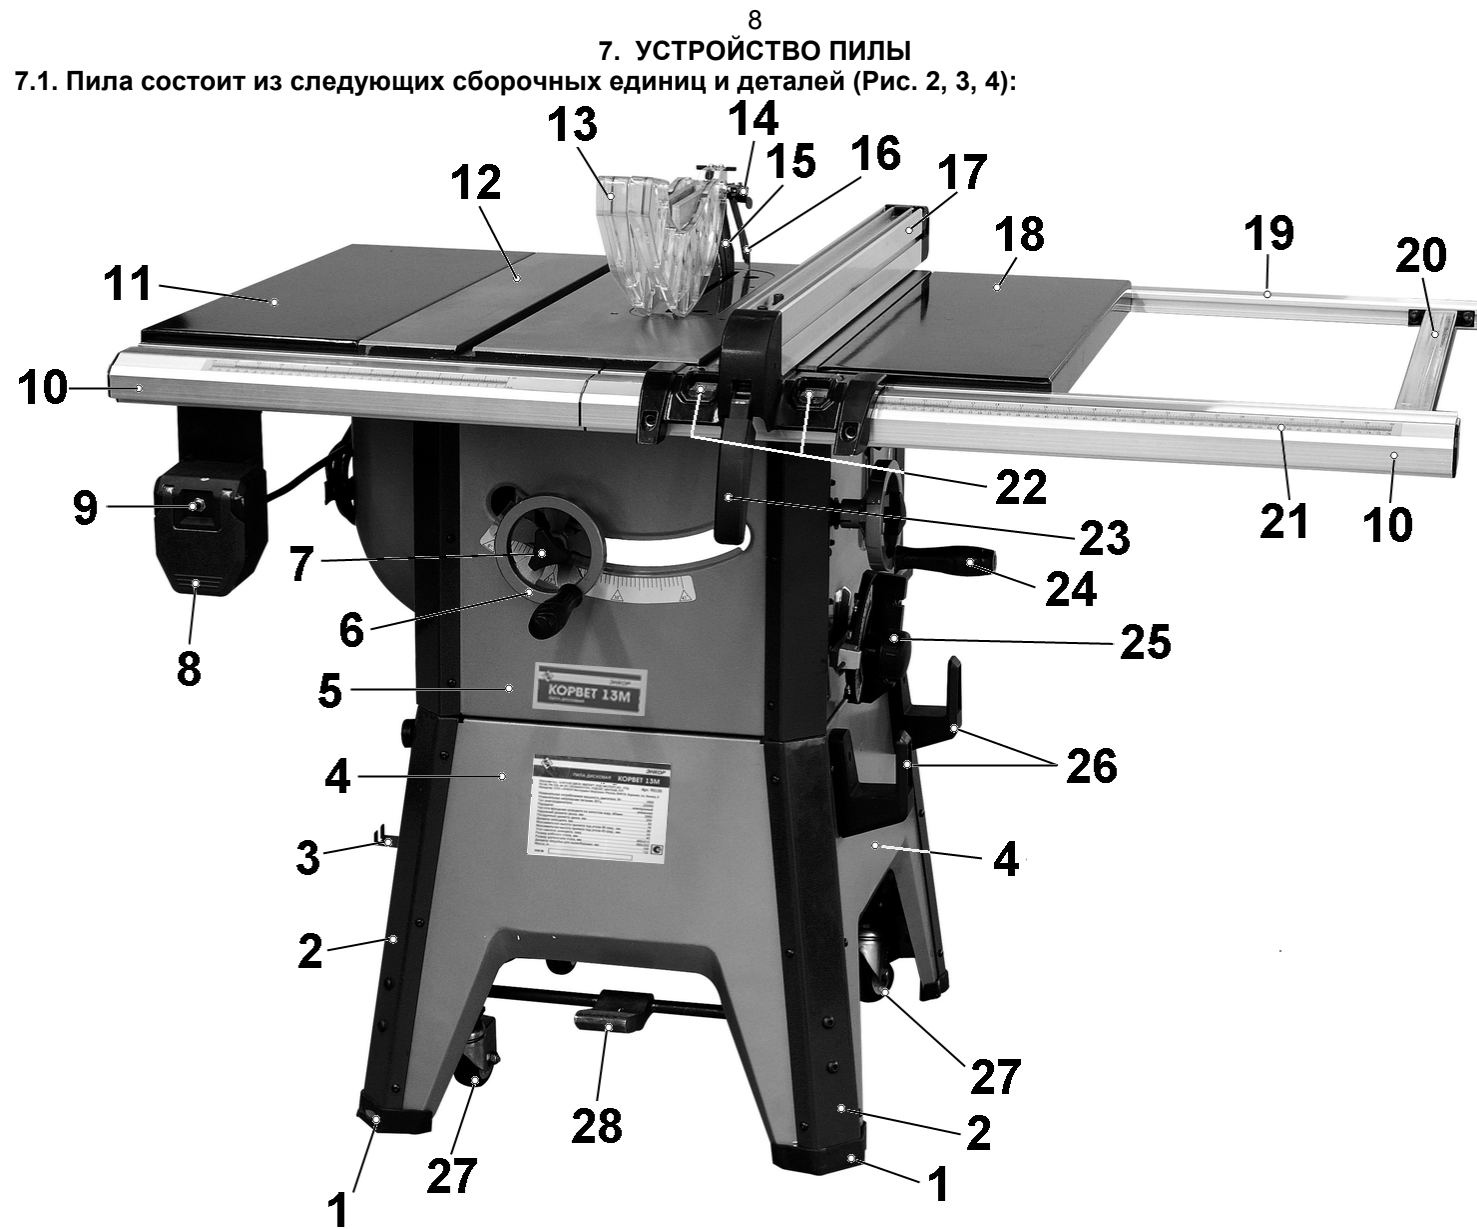

Рис. 2
7.1. Пила состоит из следующих сборочных единиц и деталей (Рис. 2, 3, 4):
11.2. Пиление (Рис. 2)
11.1. Подготовка к работе (Рис. 2, 3)
8.1. Сборка основания пилы (Рис. 2 - 5)